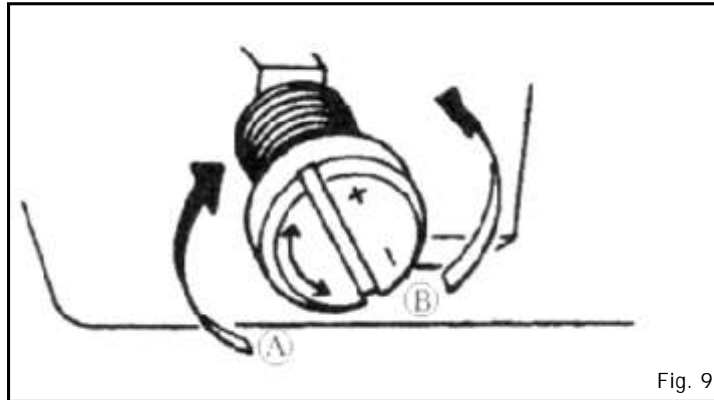

Fig. 9
B) A quantidade mínima de óleo é atingida quando o ponto do marcador (A) aproxima-se da manivela da barra da agulha (2), girando o pino de ajuste na direção (B).
C) A quantidade máxima de óleo é atingida quando o ponto do marcador (A) aproxima-se da posição oposta à manivela da barra da agulha, girando o pino de ajuste na direção (C).
3. Ajuste da Quantidade de Óleo Fornecida à Lançadeira (Fig 7, Fig 8, Fig 9)
*Ajuste da quantidade de óleo fornecida para a lançadeira (Fig. 9)
1. Maior quantidade de óleo será fornecida, à medida que o parafuso de ajuste montado no eixo de acionamento da lançadeira for girado para + na direção (A). À medida que o parafuso de ajuste da quantidade de óleo for girado na direção (B), a quantidade fornecida de óleo diminuirá.